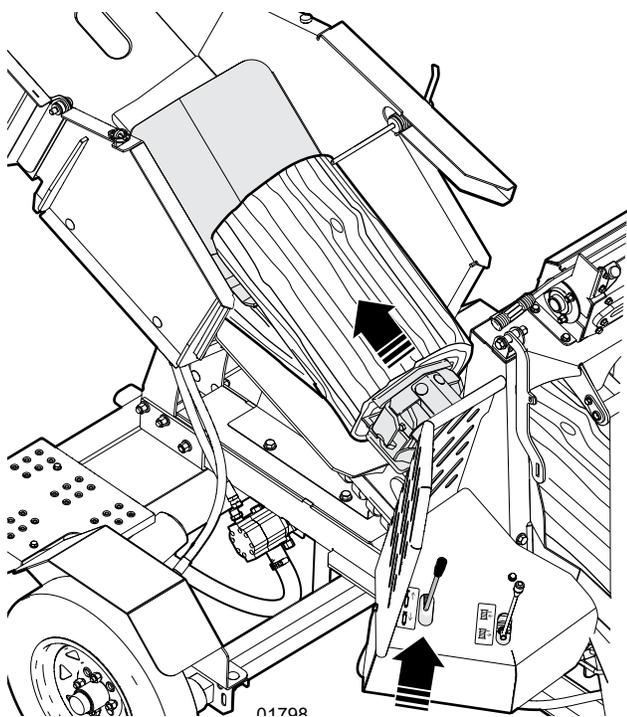

Fig. 44 – Fendre une bûche
1. Poussez et maintenez la **manette de contrôle de la fendeuse** vers l'avant pour **avancer**. Le bloc poussoir se déploie pour fendre le bois. Pour plus d'informations, consultez *Fig. 44* à la page 49.